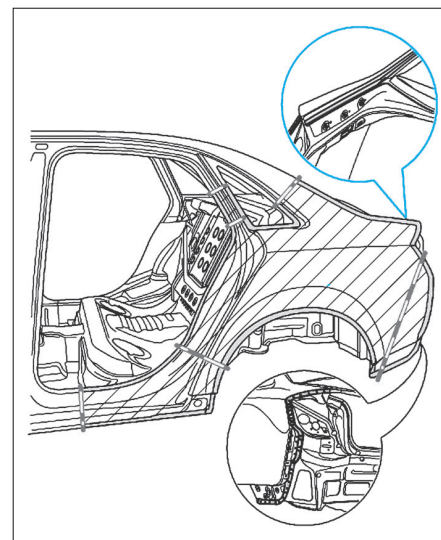

FIG. 44
- Effectuer les découpes en procédant comme indiqué (Fig.44).